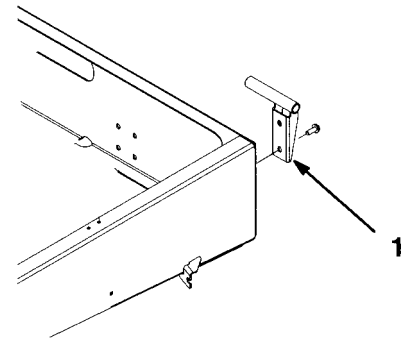

図8
2. フレームの左後ろ角に左ピボット ブラケットを取り付ける（3/8 × 1フランジヘッドスクリュー2本を使用；取り付けの向きは図8を参照のこと）。